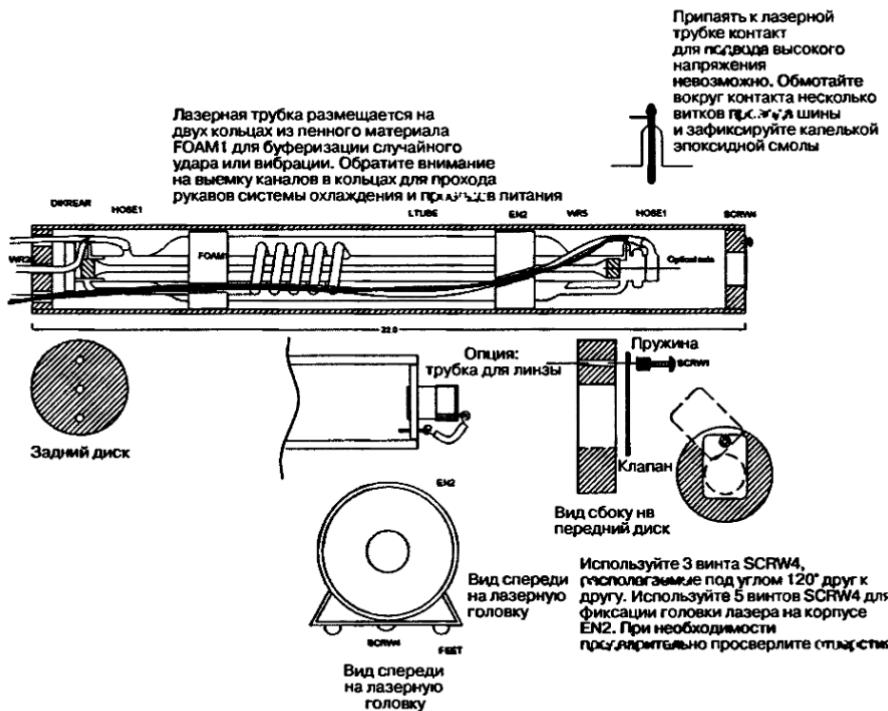

Рис. 8.17. Лазерная головка. Вид сбоку и с торца
1. Изготовьте корпус лазерной головки из поликарбонатной трубы длиной 55,88 см с толщиной стенок 0,32 см и внутренним диаметром 6,25 см, как показано на рис. 8.17. Чистый пластик позволяет видеть внутреннюю часть головки, но в то же время непрозрачен для лазерного излучения 10,6 мк.
- Изготовьте основание лазерной головки (HEADBASE) из листа алюминия толщиной 0,09 см и длиной 56 см (см. рис. 8.17). Обратите внимание на загнутые под острым углом края для обеспечения плотного контакта со сторонами трубки и крепления винтами.
- Изготовьте клапан для закрытия выходного отверстия лазера из алюминия 3,18×4,45×0,09 см. Закруглите края и просверлите отверстие для оси клапана (см. рис. 8.17).